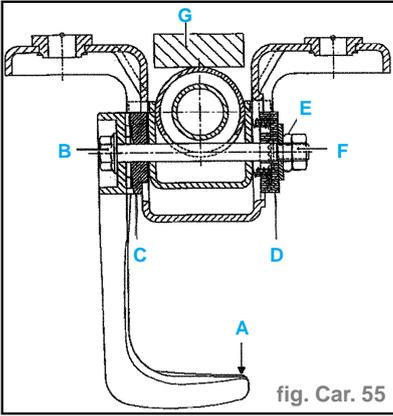

fig. Car. 55
- Le système de réglage en hauteur est composé des éléments suivants : (fig. Car. 55) :
**Nota :** Après desserrage de l'écrou autofreiné (E), la poignée de réglage devient débrayable et peut ainsi être maintenue en position d'attente le long de la colonne, et permettre la dépose de la planche de bord sans ôter l'ensemble de la colonne de direction.
- Interposer une cale de 15 mm d'épaisseur (G) entre le corps et la colonne de direction (fig. Car. 55).
- Mettre la poignée (A) en position fermée (position colonne serrée).
- Ôter le contre-écrou (F) en maintenant en place l'écrou autofreiné (E).
- Desserrer l'écrou (E) de deux tours maximum en maintenant la vis (B) immobile (côté poignée).
**Important :** Il est interdit d'ôter l'écrou autofreiné (E) et de retirer l'ensemble du système de réglage de son emplacement sur la colonne.
- Exercer une pression sur l'écrou autofreiné (F) afin de dégager la vis (B) vers la gauche.
- Dégager la poignée des cames de la rondelle plastique (C) et la tourner afin de la mettre en position parallèle au tube de la colonne côté volant, puis la maintenir à l'aide d'une bande de tîrot.
- Enlever la cale d'épaisseur (G) en tirant légèrement sur la colonne vers le bas.